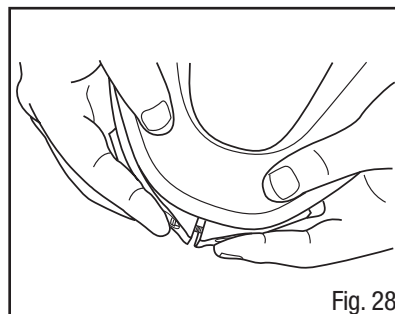

Fig. 28
2. Posicione a nova estrutura, alinhando as marcas do topo e do fundo. Instale e aperte firmemente o parafuso. Certifique-se de que as marcas de alinhamento estão adequadamente alinhadas no topo e no fundo com todos os componentes (Fig. 28).
8. Coloque a lente nova e a vedação facial juntas alinhando as marcas no topo e no fundo. Posicione a estrutura, alinhando novamente as marcas no topo e no fundo. Instale e aperte o parafuso firmemente. Certifique-se de que as marcas de alinhamento estão adequadamente alinhadas no topo e no fundo com todos os componentes (Fig. 28).